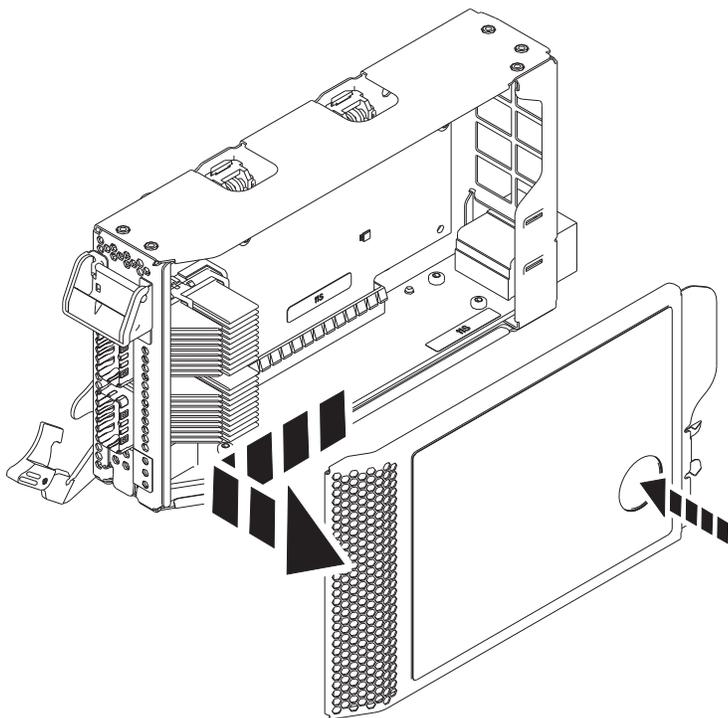

Figura 3. Remover a tampa da cassette do adaptador PCIe
- a. Prima o botão de terracota na tampa da cassette como é mostrado na Figura 3 para desengatar a tampa da cassette.